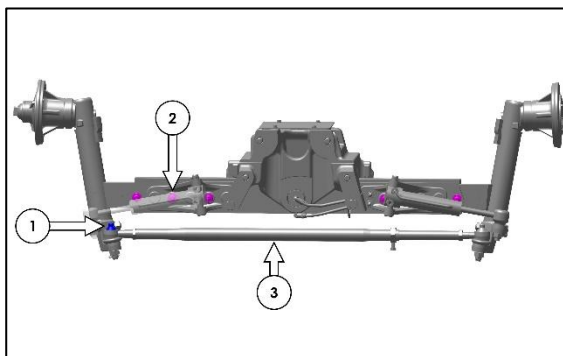

Fig. 303 - UITLIJNING VOORWIELEN 2WD
1. Maak de bout en moer van de stuurstang (Item 1 in Fig. 303) los.
2. Maak de spoorafstelschroef en moer (Item 2 in Fig. 303) iets los.
3. Draai de stuurstang (Item 3 in Fig. 303) uit om het toespoor te vergroten. Draai de stuurstang in om het toespoor te verkleinen.